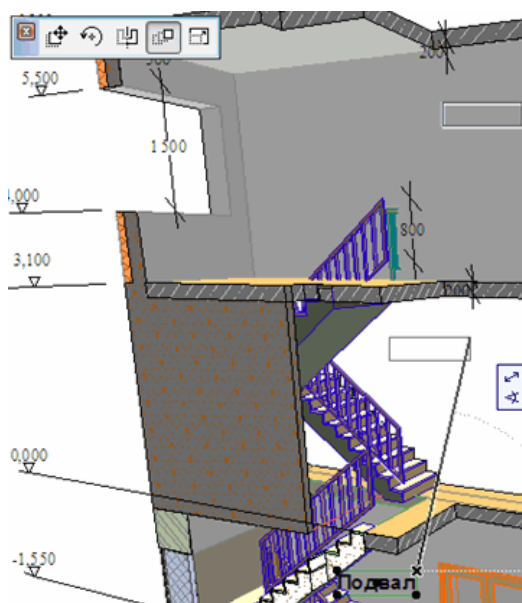

Рис. 149
15. Создайте высотную отметку на уровне перекрытия второго этажа и добавьте к ней новые точки [Ctrl]-щелчками для ее продолжения (рис. 149). Созданная размерная цепочка не является линейной — это отметки высоты. При этом маркеры отметок высоты и их размерные тексты выравниваются согласно перспективному наклону горизонтальных уровней, которые они измеряют.